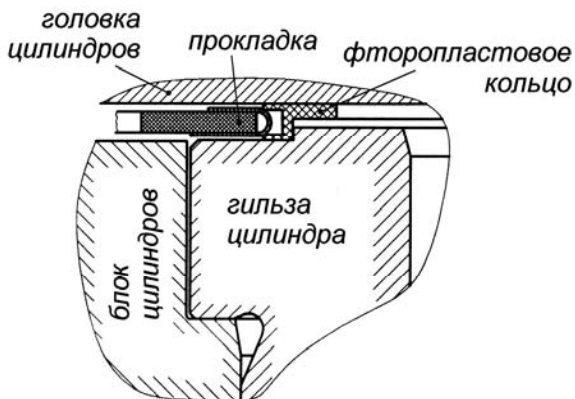

Рис. 8. Схема расположения деталей в месте уплотнения газового стыка
2. Головки цилиндров двигателей ЯМЗ-238БЕ,Б, ЯМЗ-238ДЕ,Д блочные на четыре цилиндра каждая. Конструктивно выполнены в основном аналогично предыдущей блочной головке, но в зоне уплотнения гильз цилиндров нет кольцевых проточек. Стык головки цилиндров, блока и гильзы (рис. 8) уплотняется прокладкой из материала типа «сэндвич» с окантовками цилиндрических отверстий и отверстий для прохода охлаждающей жидкости. В окантовки цилиндрических отверстий вставлены разрезные уплотнительные фторопластовые кольца. Крепление к блоку осуществляется 21-ой шпилькой с шайбами и гайками.